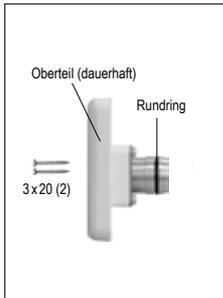
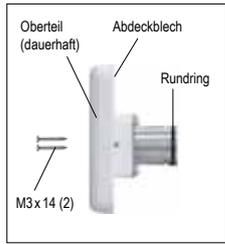

Abb. 2: Packung 1
Abb. 12: Packung 1
- Aufputzausführung (s. Abb. 2); Unterputzausführung (s. Abb. 12): 1 Oberteil (inkl. Abdeckblech, Rundring), 2 Schrauben, 1 Bedienungsanleitung
8. Zur Dichtheitsprüfung die beiden Enden der Halteklammer mit einem Schlitzschraubendreher (Schlitz 8 oder 10) ca. 10 mm (s. Bild 2) gespreizt halten und Teil 3 **gerade (ohne Drehen)** in das Unterteil einschieben. Halteklammer entspannen und Teil 3 mit 2 Schrauben (K3,5x18) befestigen.
13. Abdeckblech an Montagebox ausrichten (rechteckige Öffnung oben; siehe Bild 2) und mit den 2 beiliegenden Schrauben (K3,5x18) befestigen.
14. Um das Oberteil (dauerhaft) einzuschieben, die beiden Enden der Halteklammer mit einem Schlitzschraubendreher (Schlitz 8 oder 10) ca. 10 mm (s. Bild 2) gespreizt halten und das Oberteil **gerade (ohne Drehen)** in das Unterteil einschieben. Halteklammer entspannen.